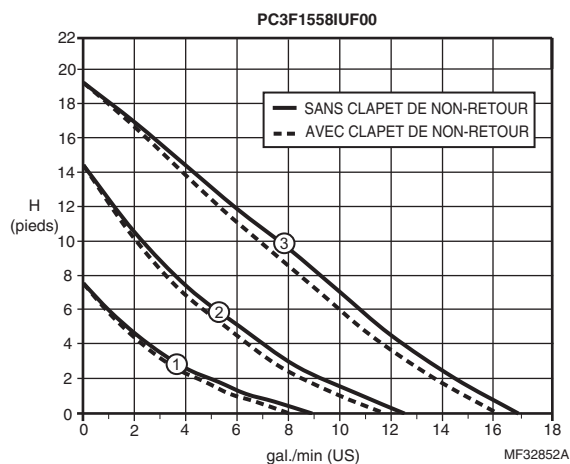

Fig. 2. Courbe de débit pour le PC3F1558IUF00.
**Courbes de débit :** Voir figures 2, 3 et 4 à la page 2.